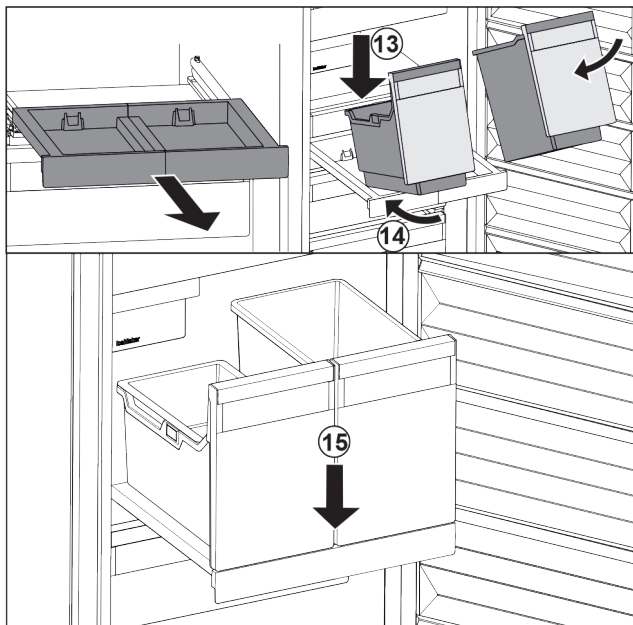

Fig. 105
- ▶ Helyezze ferdén a kihúzható rácsra a tárolókat. Fig. 105 (13)
- ▶ Tolja be ferdén hátra a tárolókat. Fig. 105 (14)
- ▶ Helyezze le a tárolók elejét. Fig. 105 (15)